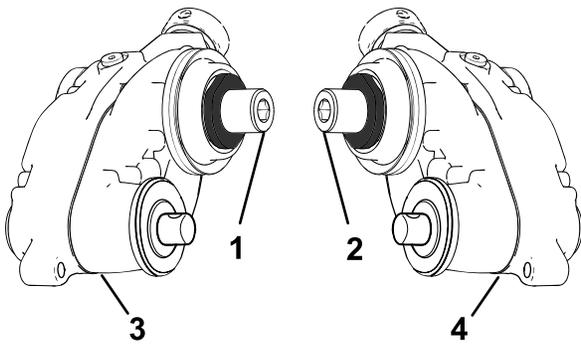

Figura 7
1. Identifique las cajas de transmisión de groomer derecha e izquierda; consulte la Figura 7.